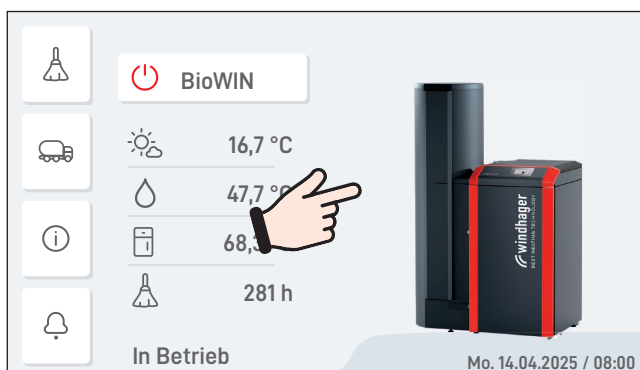

Fig. 21 Startscreen (z.B. BioWIN2 DELUXE)
- ▶ Durch kurzes Drücken auf den InfoWIN Touch wird das Display eingeschaltet, dann auf Startscreen drücken – Fig. 21.